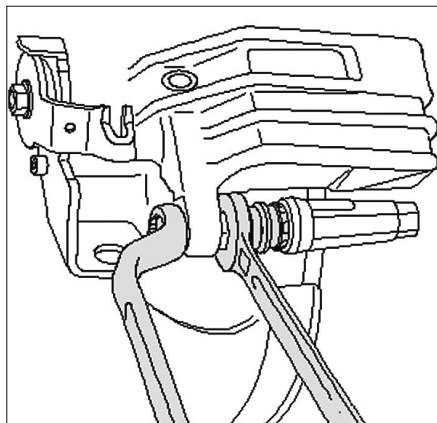

Fig. 17
- Déposer les vis de fixation de l'étrier (Fig.17).